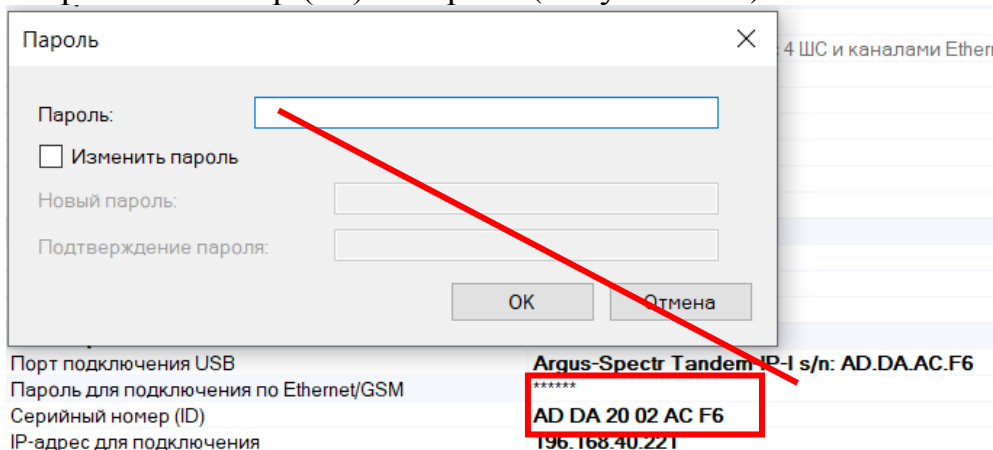

Рисунок 6.31
- В настройках прибора в разделе "Настройки подключения" необходимо задать Серийный номер (ID) и Пароль (Рисунок 6.31).